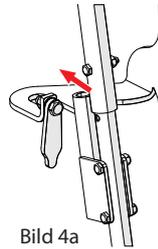

Bild 4a
4. Handkurbel in Haltegabel fixieren und mit Sicherungshebel verriegeln (Bild 4a/4b).